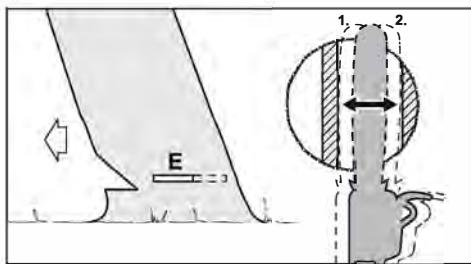

Рис. 26
- Сформировать основной пропил (рис. 26, поз. E) до недопила (рис. 26, поз. 1)
- Основной пропил сформировать до защитного ремня (рис. 26, поз. 2)